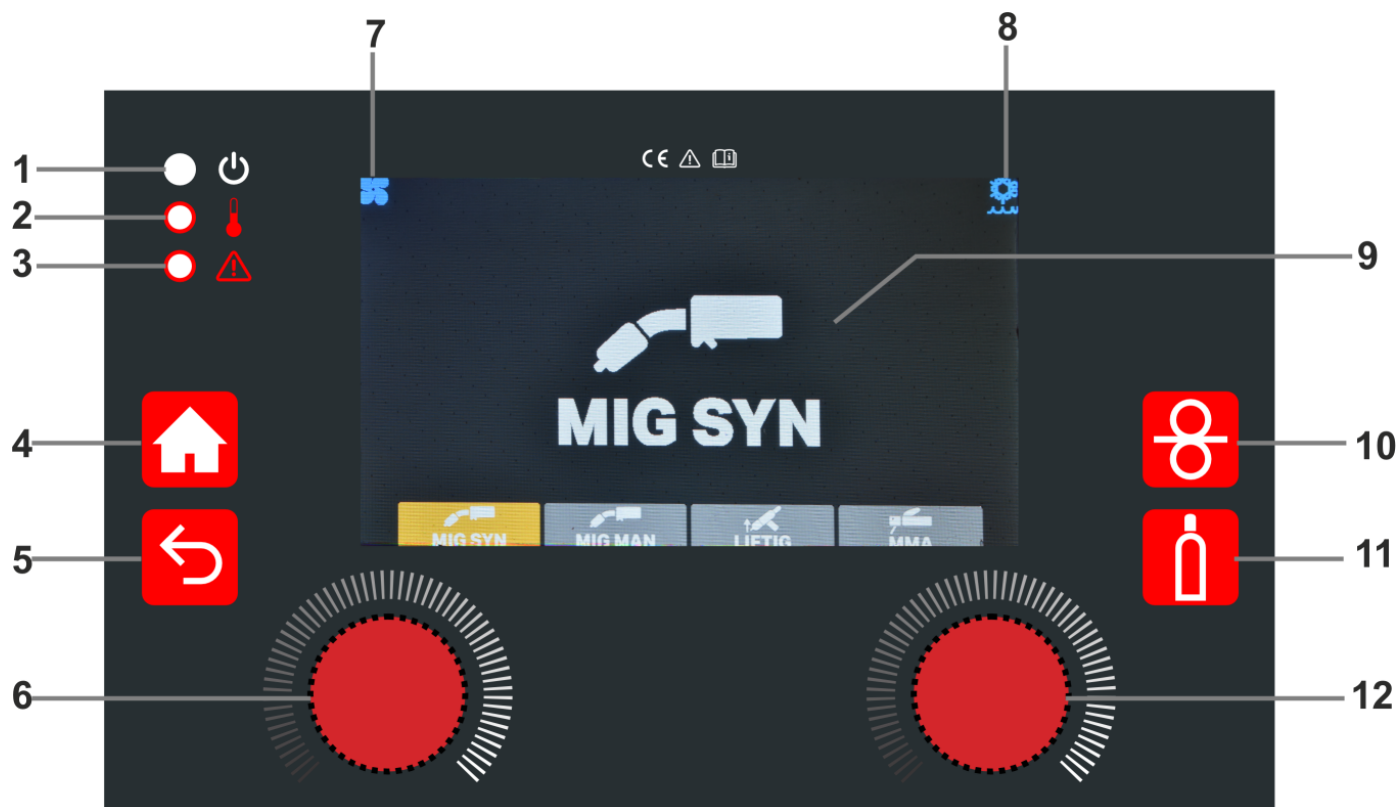
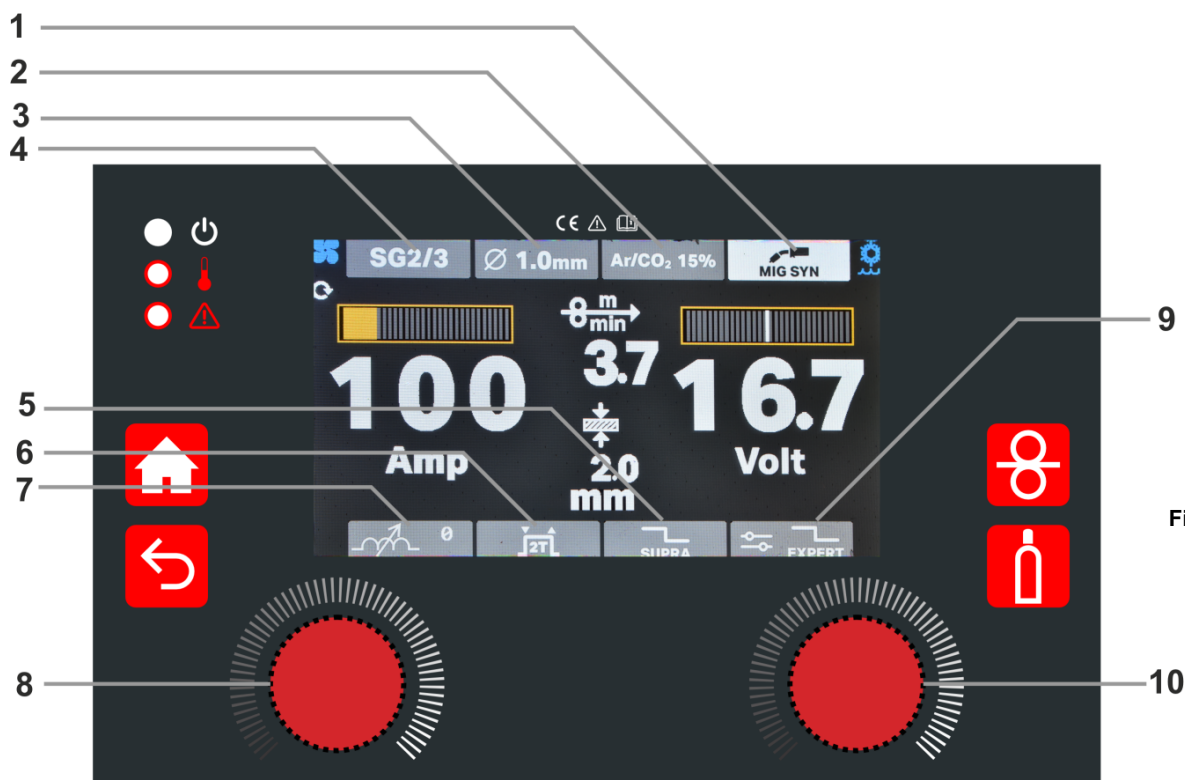
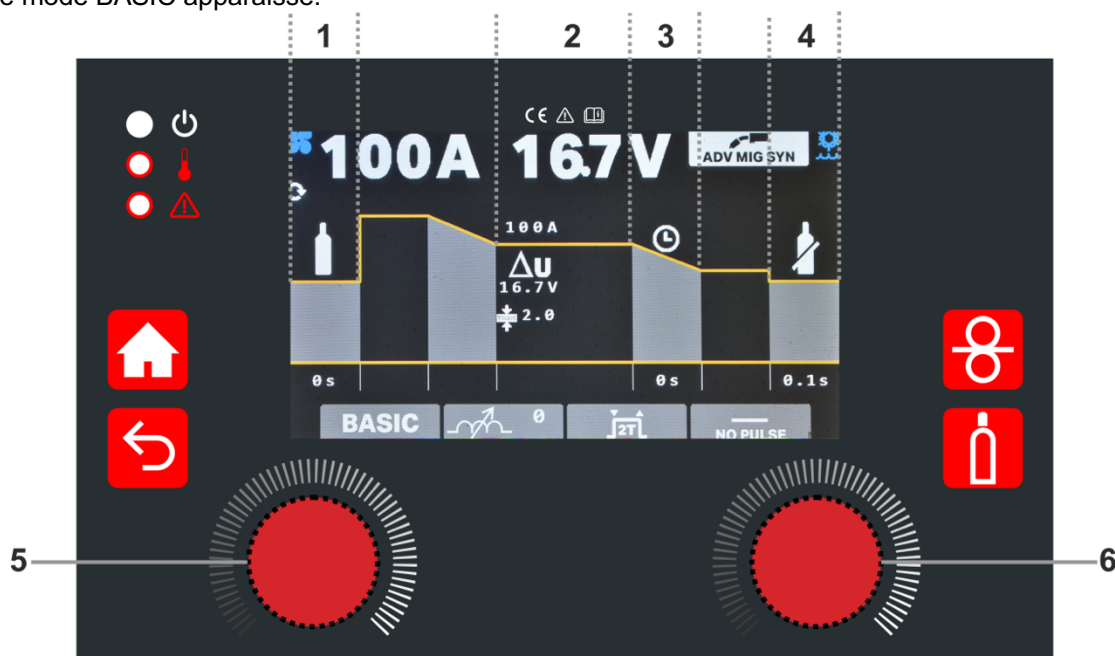
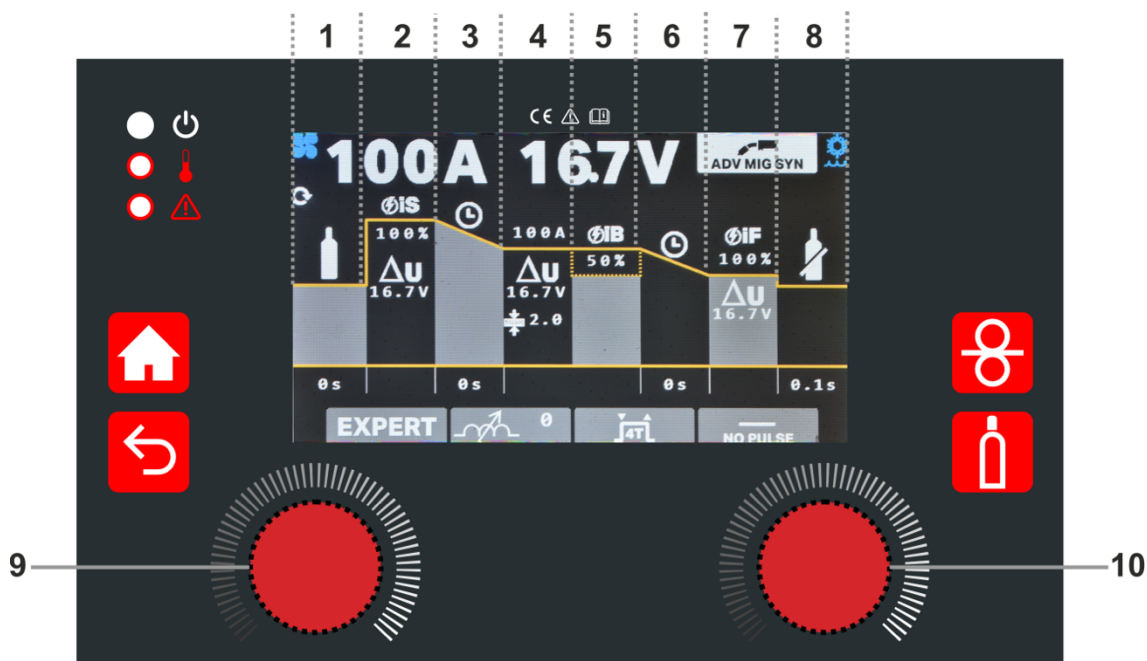

Fig 1.
Fig. 5.
Fig. 6
Fig. 8
- Dévisser l'écrou de serrage (1 - Fig.2) pour placer la bobine de fil sur le support de bobine de fil (4-fig.1). Confirmer que le système de freinage (2- Fig.2) est opérationnel, avec la broche (5- Fig.2) correctement insérée dans le trou de la bobine (3- Fig.2). Une fois la bobine de fil installée, serrer l'écrou.
Sélectionnez le mode de soudage MIG/MAG SYN en appuyant sur l'encoder latéral droit (10 - Fig. 5) dans l'option de menu correspondante. Vous êtes entré dans le mode MIG SYN dans lequel vous pouvez afficher l'état du mode respectif (1 - Fig. 1).
- Tous les éléments du menu deviennent rouges lorsque vous cliquez dessus pour régler leur valeur. Sélectionnez le matériau à souder (point de menu 4 - Fig. 5), le diamètre du fil (point de menu 3 - Fig. 5) et le type de gaz (point de menu 2 - Fig. 5) avec l'encoder droit (10 - Fig. 5) selon les tableaux de programmes synergiques suivants :
- Réglez l'inductance (point de menu 7 - Fig. 5) avec l'encodeur latéral droit (10 - Fig. 5) : moins d'inductance (arc plus étroit, plus de pénétration) et plus d'inductance (arc plus large, plus de remplissage).
- Dans le cadre du programme synergique, vous pouvez régler le courant de soudage avec l'encodeur de gauche (8 - Fig. 5) et avec l'encodeur de droite (10 - Fig. 5), vous pouvez effectuer un réglage synergique fin.
- L'encodeur latéral droit (10 - Fig. 5) permet de choisir entre les modes de torche de soudage 2T, 4T ou SPOT :
Mode MIG/MAG par points - Lorsque cette option est sélectionnée, elle indique que la machine est en mode de soudage par points MIG/MAG. Tournez l'encodeur latéral droit (10 - Fig. 5) pour sélectionner le temps SPOT en secondes. Commencez le soudage par points en appuyant sur la gâchette de la torche et en la maintenant enfoncée jusqu'à la fin du programme de soudage MIG.
- Vous pouvez choisir entre le soudage en court-circuit non pulsé et SUPRA (point de menu 5 - Fig. 5) à l'aide de l'encodeur latéral droit (10 - Fig. 5). SUPRA est un type de soudage pulsé (alternance de deux niveaux de puissance) avec mode de transfert en court-circuit (voir chapitre 8.4 pour plus d'informations)..
Pour entrer dans ADV MIG SYN, tourner l'encodeur droit (Nr.10 - Fig. 5) jusqu'à ce que le bouton (Nr.9 - Fig. 5) devienne jaune. Appuyer ensuite sur le bouton de l'encodeur droit. Pour sélectionner le MODE BASIC (en ADV MIG SYN), appuyez sur le bouton de l'encodeur droit (nr.6 - Fig. 6) jusqu'à ce qu'un paramètre devienne jaune. Tourner le bouton encodeur droit jusqu'à ce que le bouton BASIC/EXPERT devienne jaune. Appuyer sur le bouton encodeur droit de manière à ce que le bouton BASIC/EXPERT devienne rouge. Tournez le bouton encodeur droit jusqu'à ce que le mode BASIC apparaisse.
Pour entrer dans ADV MIG SYN, tourner l'encoder droit (Nr.10 - Fig. 5) jusqu'à ce que le bouton (Nr.9 - Fig. 5) devienne jaune. Appuyer ensuite sur le bouton de l'encoder droit. Pour sélectionner le MODE EXPERT (dans ADV MIG SYN), appuyer sur le bouton de l'encoder droit (Nr.10 - Fig. 8) jusqu'à ce qu'un paramètre devienne jaune. Tourner le bouton encoder droit jusqu'à ce que le bouton BASIC/EXPERT devienne jaune. Appuyer sur le bouton encoder droit de manière à ce que le bouton BASIC/EXPERT devienne rouge. Tournez le bouton encoder droit jusqu'à ce que le mode EXPERT apparaisse.